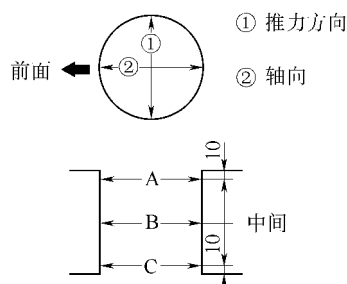

图 1-112 测量气缸直径
1) 使用量缸表分别在推力和轴向 A、B 和 C 处测量气缸直径，如图 1-112 所示。